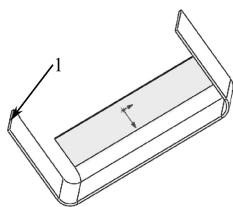

图 9-38 源文件
- 02 在“打开”对话框中选定文件名为“9.4”，然后单击“OK”按钮，或者双击所选定的文件，即打开所选文件，如图 9-38 所示。
- 04 选择如图 9-38 所示的边线 1 作为褶边对象，选择管理器中的“材料在内”选项，在类型和大小栏中，选择“滚轧”选项，其他设置默认。